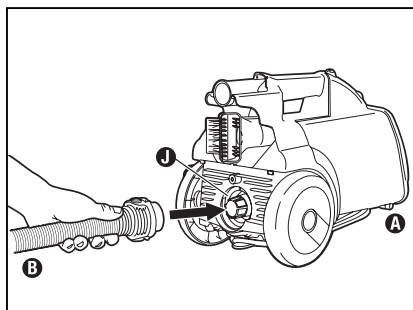

Fig. 9
Étape 2: Detachez le tuyau (E) de l'avant du traîneau (A) et fixez-le a l'orifice de refoulement (J) a l'arriere du traîneau (Fig. 9).